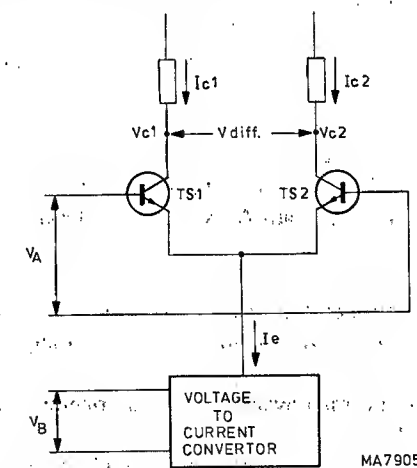
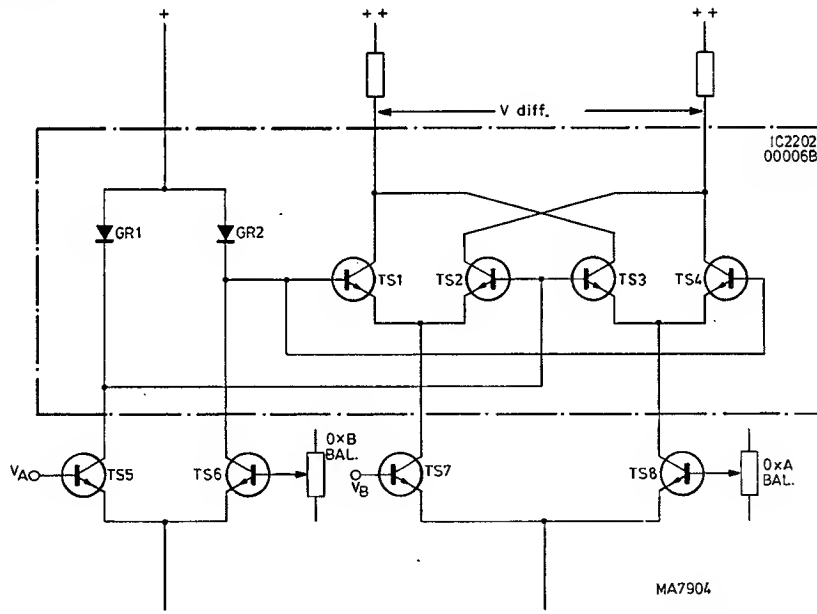

Abb. 3.1.1. Prinzipschaltung des Multiplikators
Abb. 3.1.2. Vereinfachtes Schaltbild des Multiplikators im PM 3252
Wenn zwei ausgesuchte bipolare Transistoren aus einer gemeinsamen Emittterstromquelle gespeist werden (siehe Abb. 3.1.1.), ist der differentielle Kollektorstrom proportional dem Produkt der differentiellen Eingangsspannung V_A und der Steilheit g_m :
Daraus folgt, dass die Grundsaltung von Abb. 3.1.1. multiplizieren kann.
In der Multiplikatorschaltung von Abb. 3.1.2. kann das Grundprinzip von Abb. 3.1.1. leicht wiedererkannt werden. Die wesentlichen Unterschiede zwischen den beiden Schaltungen sind:
- Das Transistorpaar von Abb. 3.1.1. wurde aufgeteilt in zwei Paare TS1/TS2 und TS3/TS4, von denen jedes mit der Hälfte einer symmetrischen Emittterstromquelle gespeist wird. Durch diese Aufteilung und das kreuzweise Anschliessen der Eingänge und der Ausgänge der beiden Transistorpaare wird das Übersprechen von einem Eingangssignal, wenn das andere Null ist, durch Symmetrierung ausgeschaltet.
- b. Die "harte" Ansteuerung von Eingang A wurde durch eine Ansteuerung über eine Diodentransistorschaltung ersetzt, die als "Stromspiegel" (current mirror) bekannt ist. Die Linearitätsfehler der Schaltung von Abb. 3.1.1. wurden mit den Dioden GR1 und GR2 reduziert, die von der symmetrischen Stromquelle TS5/TS6 gespeist werden. GR1 und GR2 sind als Dioden geschaltete Transistoren. Diese Transistoren befinden sich in demselben monolithischen Chip wie die Transistoren TS1, TS2, TS3 und TS4, damit einwandfreie Anpassung und Temperaturgleichlauf gewährleistet sind. Auf diese Weise wird eine gute Linearität in einem grossen Spannungsbereich erreicht und werden Temperatureinflüsse ausgeschaltet.